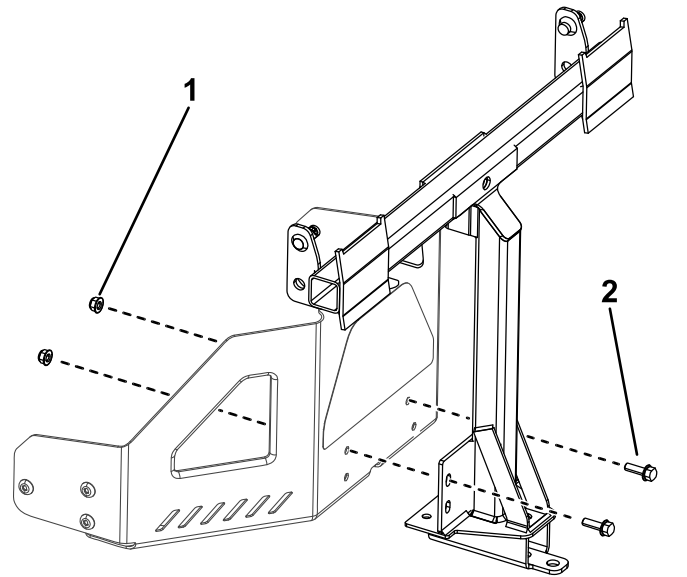

Figura 6
2. Instale el bastidor de giro en el bastidor de la máquina según se muestra en Figura 6. Sujete el bastidor de giro al bastidor de la máquina